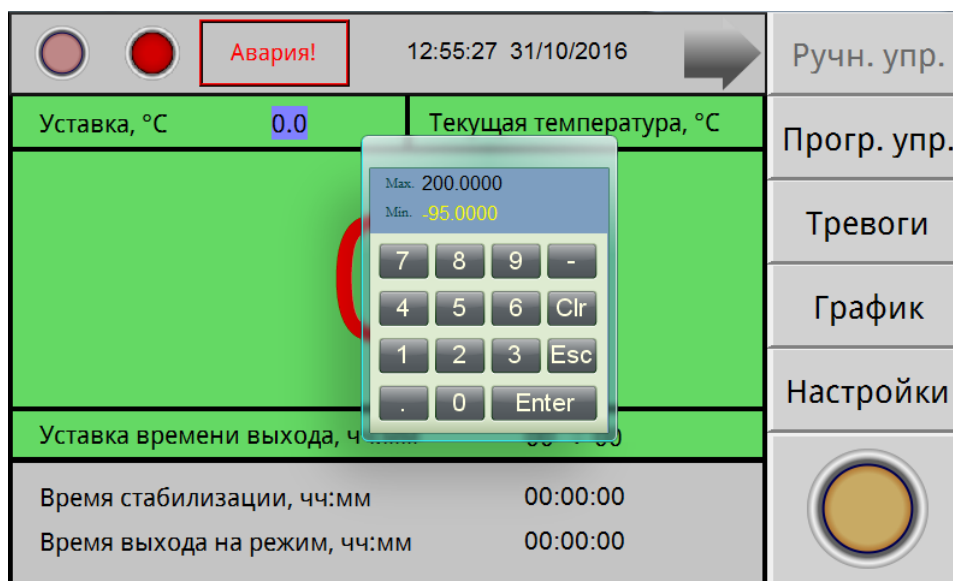

Рисунок 4
8.3 Для задания температуры уставки необходимо нажать поле на экране, в данном случае поле напротив надписи «Уставка». На экране появится вспомогательное окно ввода цифровой информации (рисунок 4). Набрать число, соответствующее задаваемой температуре. Для ввода температуры нажать на вспо-